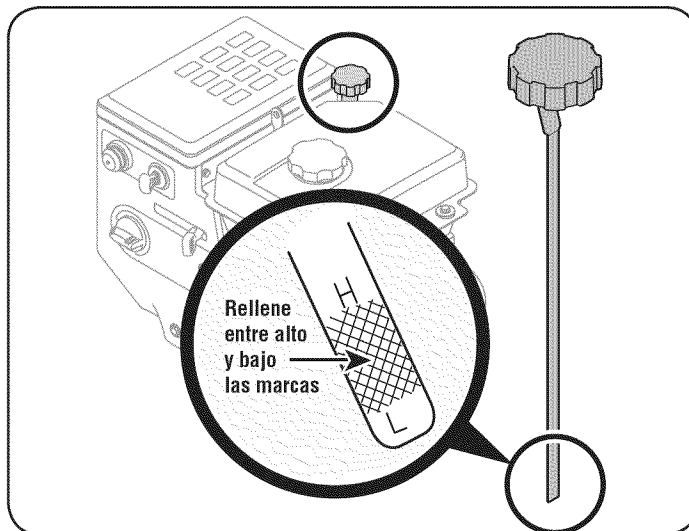

Figure 9
1. Retire el tapón de llenado de aceite / varilla y limpiar la varilla limpia. Ver fig. 9.
3. Retire el tapón de llenado de aceite / varilla medidora. Si el nivel es bajo, añadir el aceite lentamente hasta el nivel de aceite entre los registros de altura (H) y bajo (L), fig. 9. Consulte la sección de mantenimiento del motor para corregir el aceite de viscosidad del aceite del motor y la capacidad.